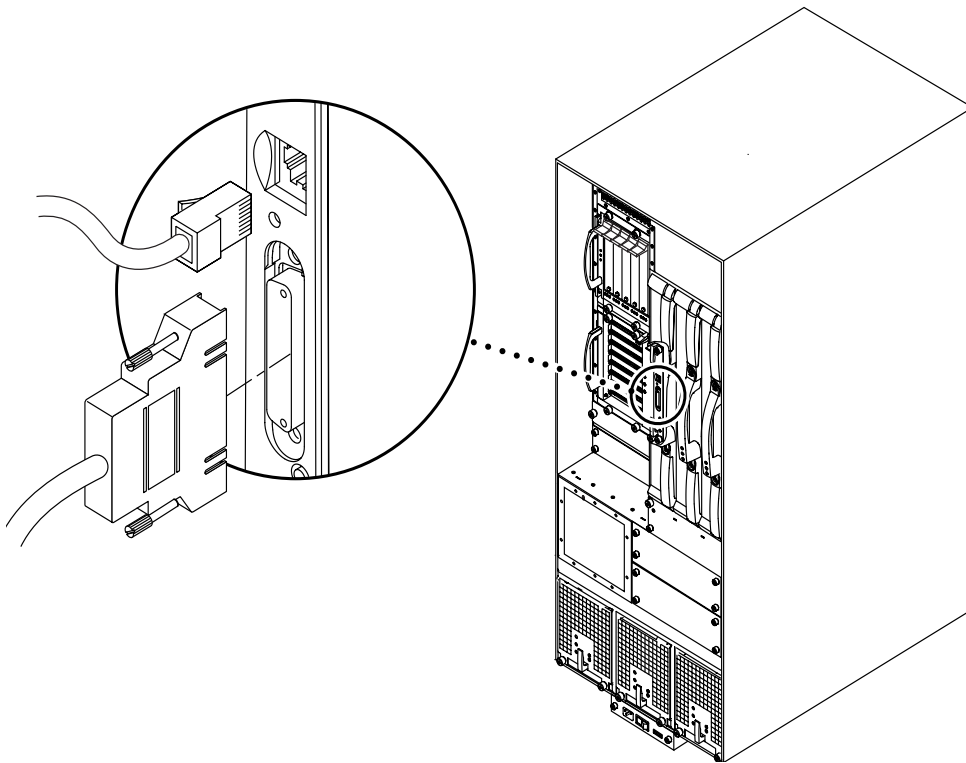

FIGURE 3-2 Connexions du contrôleur système principal sur le système Sun Fire 4810
1. **Connectez une extrémité du câble série (TTYa ou simulateur de modem) au port série de la carte contrôleur système principale** (FIGURE 3-2).